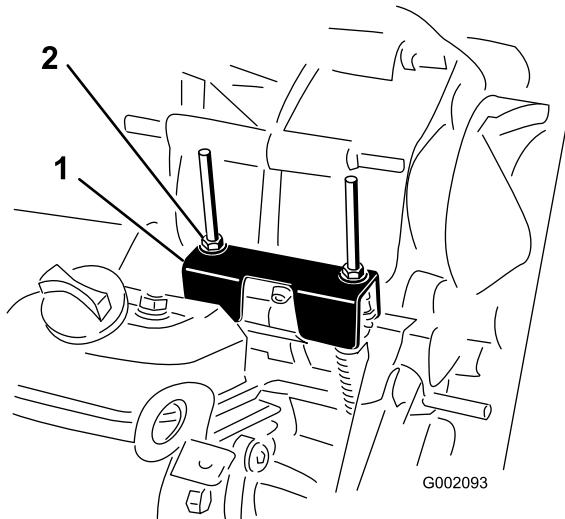

Figura 61
Para realizar operaciones de mantenimiento de rutina y/o diagnósticos del motor, debe ponerse el transeje en PUNTO MUERTO (Figura 61). El selector de marchas de la máquina dispone de una posición de PUNTO MUERTO, que controla el punto muerto del transeje. Deben tomarse las siguientes medidas para asegurarse de que la palanca de cambios acciona correctamente el punto muerto del transeje:
2. Asegúrese de que la pletina de punto muerto está en posición de PUNTO MUERTO (nivelada respecto al soporte de montaje del cable situado debajo del soporte del cambio de marchas) girando el embrague arrastrado (Figura 61).
3. Gire una de las contratuerca (Figura 61) para obtener un espacio de 0,762 a 1,524 mm entre la parte inferior de la tuerca/arandela y la pletina de punto muerto.